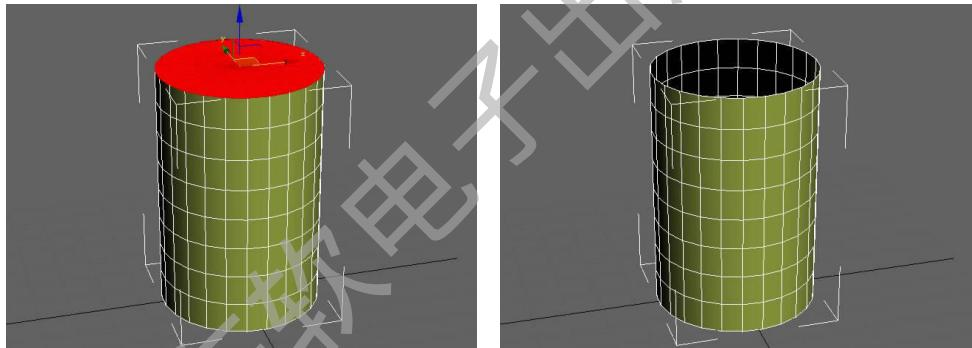

图 2-85 删面
Step 2. 进入编辑多边形面级别, 选中顶端的面进行删除, 如图 2-85 所示。